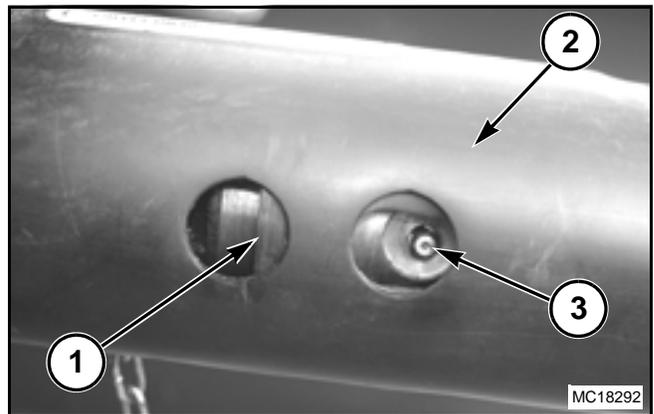

FIG. 6
FIG. 6: Gire manualmente los blindajes de mando interior (1) y exterior (2) hasta que dos de los orificios queden alineados y permitan el acceso a una conexión de lubricación de junta deslizante (3) (50 horas o 1,000 fardos).